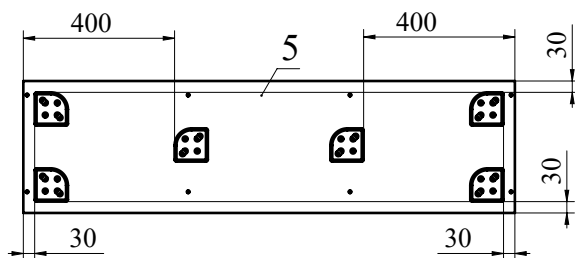

Рис.7
8. К детали 5 прикрутите опоры мебельные при помощи шурупов 4х25 (Рис. 7).